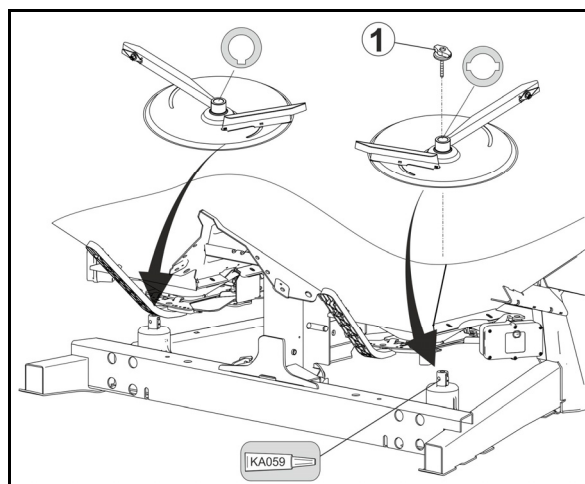

Bild 54
1. Ta bort vingmuttrar (Bild 54/1).